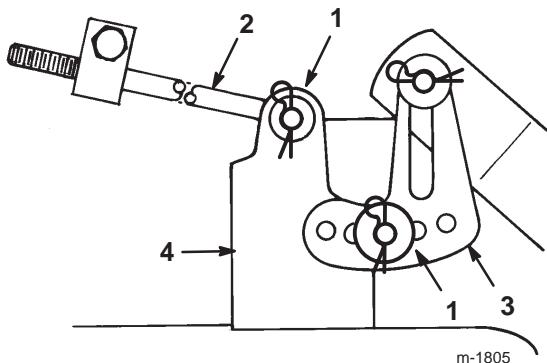

Figure 48
- 10.** Enlevez la goupille fendue et la rondelle de la patte de mise à niveau (Fig. 48).
- 11.** Fixez la patte de mise à niveau dans un autre trou à l'aide de la rondelle et de la goupille fendue (Fig. 48).